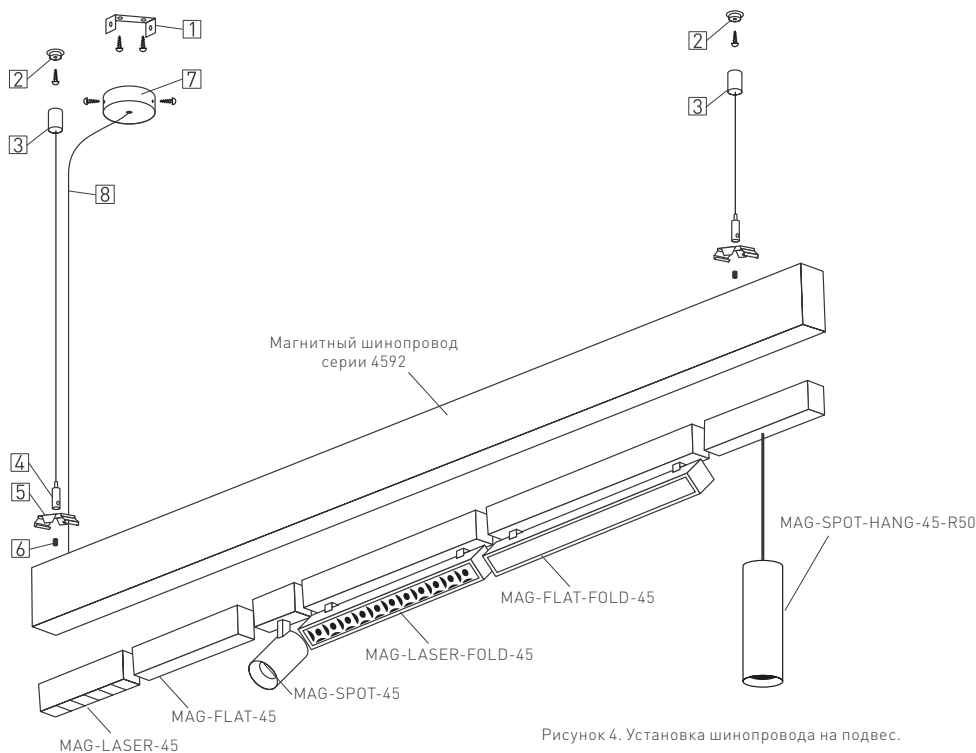

Рисунок 4. Установка шинопровода на подвес.
- 3.11. Закрепите на монтажной поверхности резьбовые втулки [2] из комплекта поставки «Подвес MAG-HANG-45» и наверните на них ответные части с продетым в них тросом [3] (см. рисунок 4).
- 3.12. Прикрепите к держателю MAG-BRACKET-45 [5] цанговый зажим [4] с помощью винта [6] из комплекта подвеса MAG-HANG-45 (см. рисунок 4).
- 3.13. Проденьте тросы в цанговые держатели [4] и отрегулируйте высоту подвеса светильника. Избыточную часть троса можно спрятать в продольном пазу шинопровода (см. рисунок 4).
- 3.14. Закрепите на потолке монтажную скобу потолочной чаши [1] из комплекта поставки MAG-CANOPY-45 (см. рисунок 4).
- 3.15. Пропустите через центральное отверстие чаши MAG-CANOPY-45 [7] провод питания [8], выполните электрическое подключение и закрепите чашу [7] на монтажной скобе [1] (см. рисунок 4).